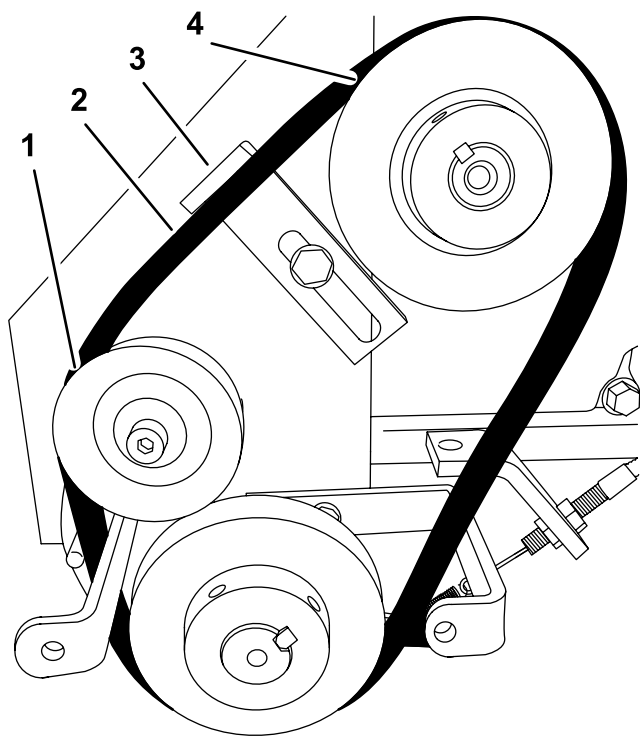

Figura 23
3. Retire la correa de la polea tensora de la correa (Figura 23).
- Retire la correa de la polea de la caja de engranajes (Figura 23).
- Retire la correa de la polea del motor, y retire la correa (Figura 23).
- Alinee la correa sobre la polea del motor (Figura 23).
- Alinee la correa sobre la polea de la caja de engranajes (Figura 23).
- Coloque la correa sobre la polea tensora de la correa (Figura 23).